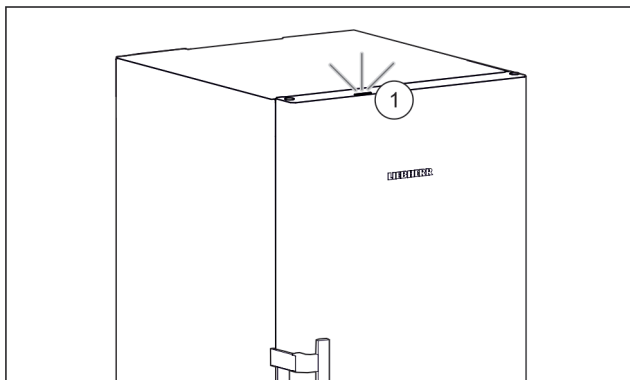

Fig. 36 Aktywna kontrolka statusu przy zamkniętych drzwiach
- ▷ Kontrolka statusu Fig. 36 (1) jest aktywna.